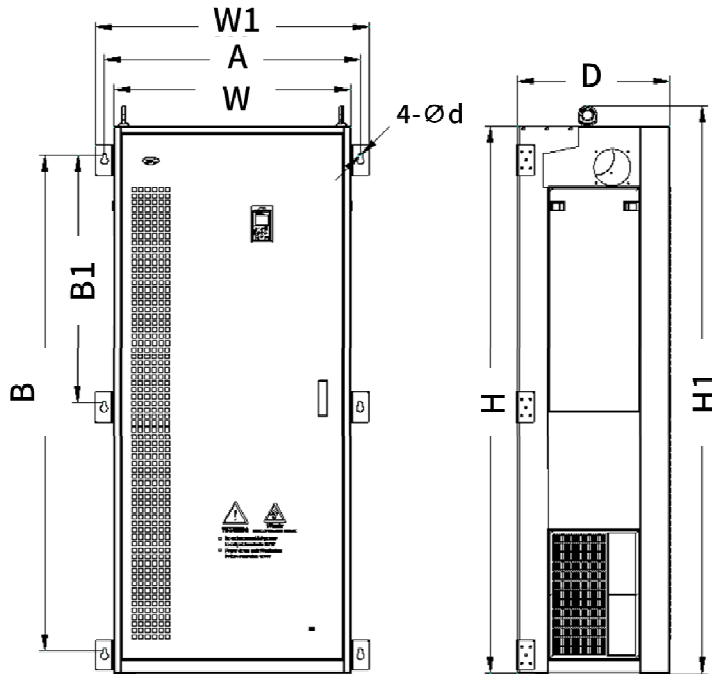
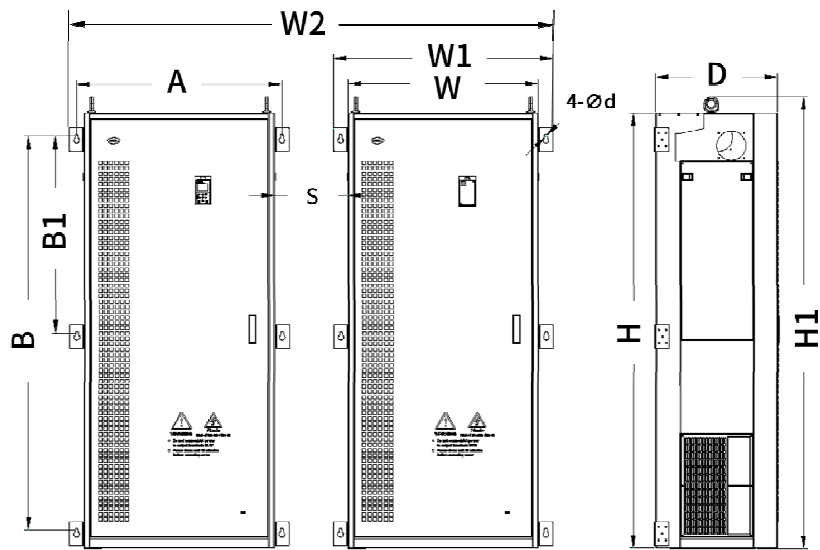

图 8-4 NE300-4T3550G/4000P-F 至 4T5000G/5600P-F 尺寸示意图
图 8-6 NE300-4T9000G-F 装配尺寸示意图
NE300-4T3550G/4000P-F 至 4T5000G/5600P-F 产品外形/ (包装) 尺寸和净/ (毛) 重请见表 8-23, 注意 () 中的数据为对应的包装尺寸和毛重。尺寸标注请见图 8-4。
- NE300-4T9000G-F 是由 2 台 NE300-4T5000G-F 组合而成，单机尺寸见图 8-4 和表 8-23。装配尺寸图见图 8-6。